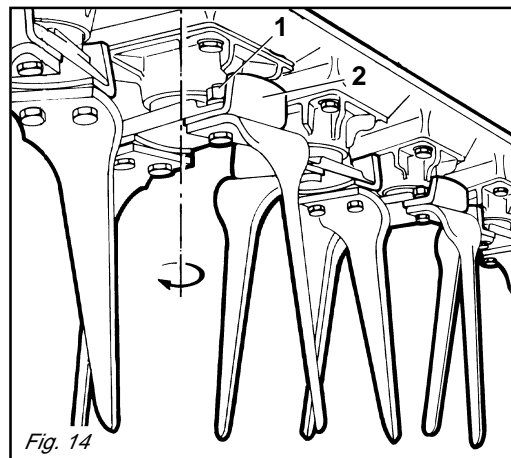
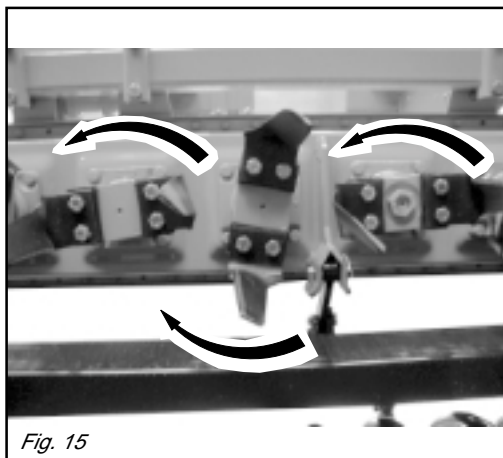

Fig. 14
Fig. 15
Il tagliente dei coltelli dovrà essere comunque orientato nel senso di rotazione del rotore (Fig. 14).
*The cutting side of the tines must always be set in the turning direction of the rotor (Fig. 14). Figure 15 shows the correct position of the tine cutting edge.*
Die Messer, mit der der Maschine ausgerüstet wird, eignen sich zur Bearbeitung von Boden mit normaler Beschaffenheit. Sie sind täglich auf ihre Unversehrtheit und ihren Verschleißzustand zu prüfen. Sollten sie bei der Arbeit verbiegen oder zu Bruch gehen, müssen sie sofort ersetzt werden. Dabei ist zu beachten, daß man das neue Messer an der gleichen Stelle montiert, an der sich das beschädigte befand. Sollten gleich mehrere Messer zu ersetzen sein, sollte man jeweils ein Messer ein- und ausbauen, um eine falsche Einbauposition zu vermeiden. Die Schneide der Messe muß jedenfalls immer in die Richtung der Rotordrehung (Abb. 14) zeigen. In Abb. 15 ist die richtige Position der Messerschneide zu erkennen.
*Le coupant devra être orienté dans le sens de rotation du rotor (Fig. 14). La figure 15 montre la position exacte du coupant des couteaux.*
El filo de las cuchillas deberá estar siempre orientado en el sentido de rotación del rotor (Fig. 14). En la figura 15 se evidencia la posición correcta del filo de las cuchillas.